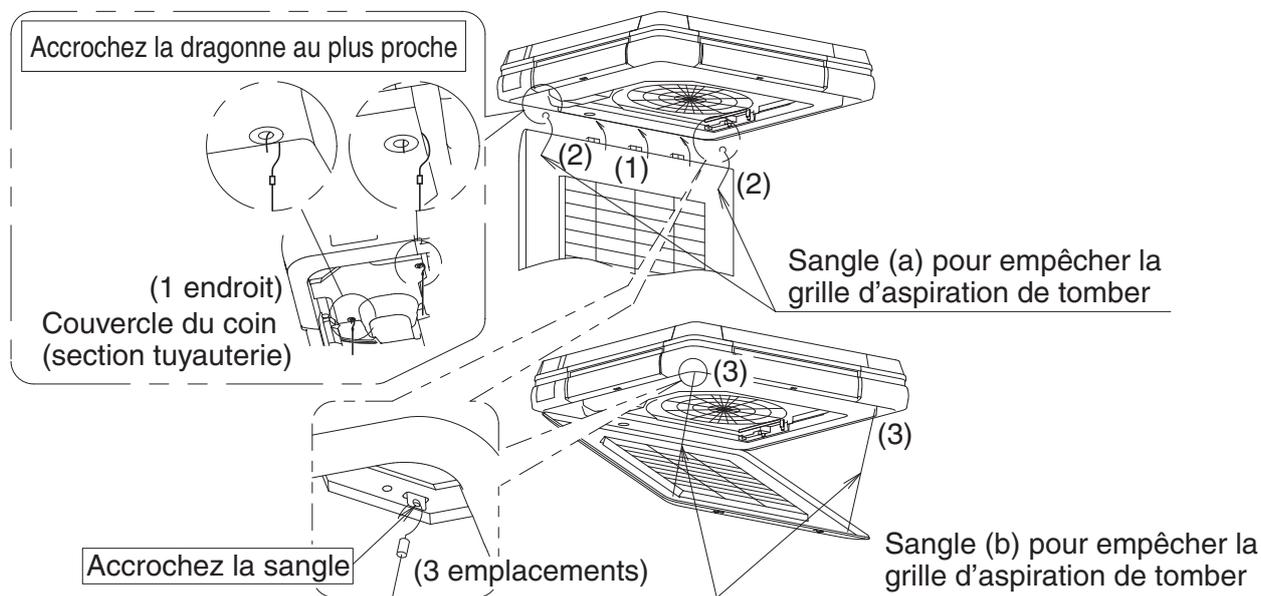

Fig. 47
- Après avoir fixé la grille d'aspiration dans l'ordre opposé figurant dans la clause " 4. PRÉPARATIFS AVANT INSTALLATION - (3) " **(Reportez-vous à la Fig. 47-(1))**, accrochez la sangle (a) pour empêcher la grille d'aspiration de tomber. **(Reportez-vous à la Fig. 47-(2))**
- Accrochez la sangle (b) pour empêcher la grille d'aspiration de tomber. **(Reportez-vous à la Fig. 47-(3))**